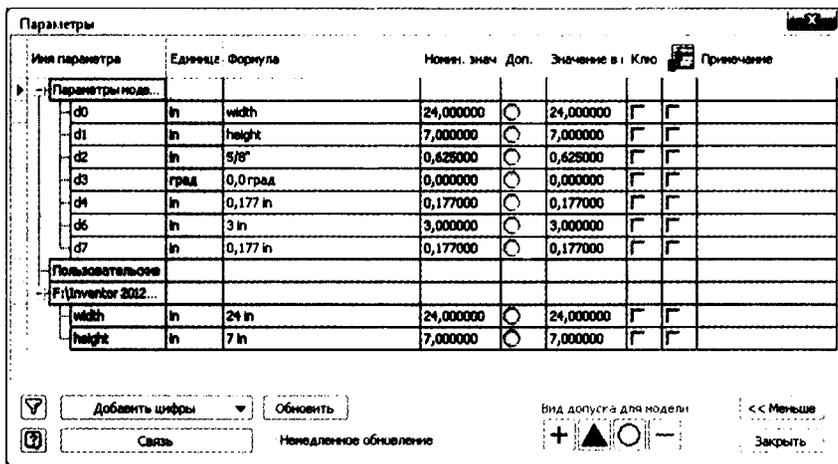

Рис. 15.3. Значения параметров могут ссылаться на ячейки внешней таблицы
6. Установите параметр **height** для параметра **d1**. Нажмите **Заккрыть**, чтобы обновить модель. См. рис. 15.3.